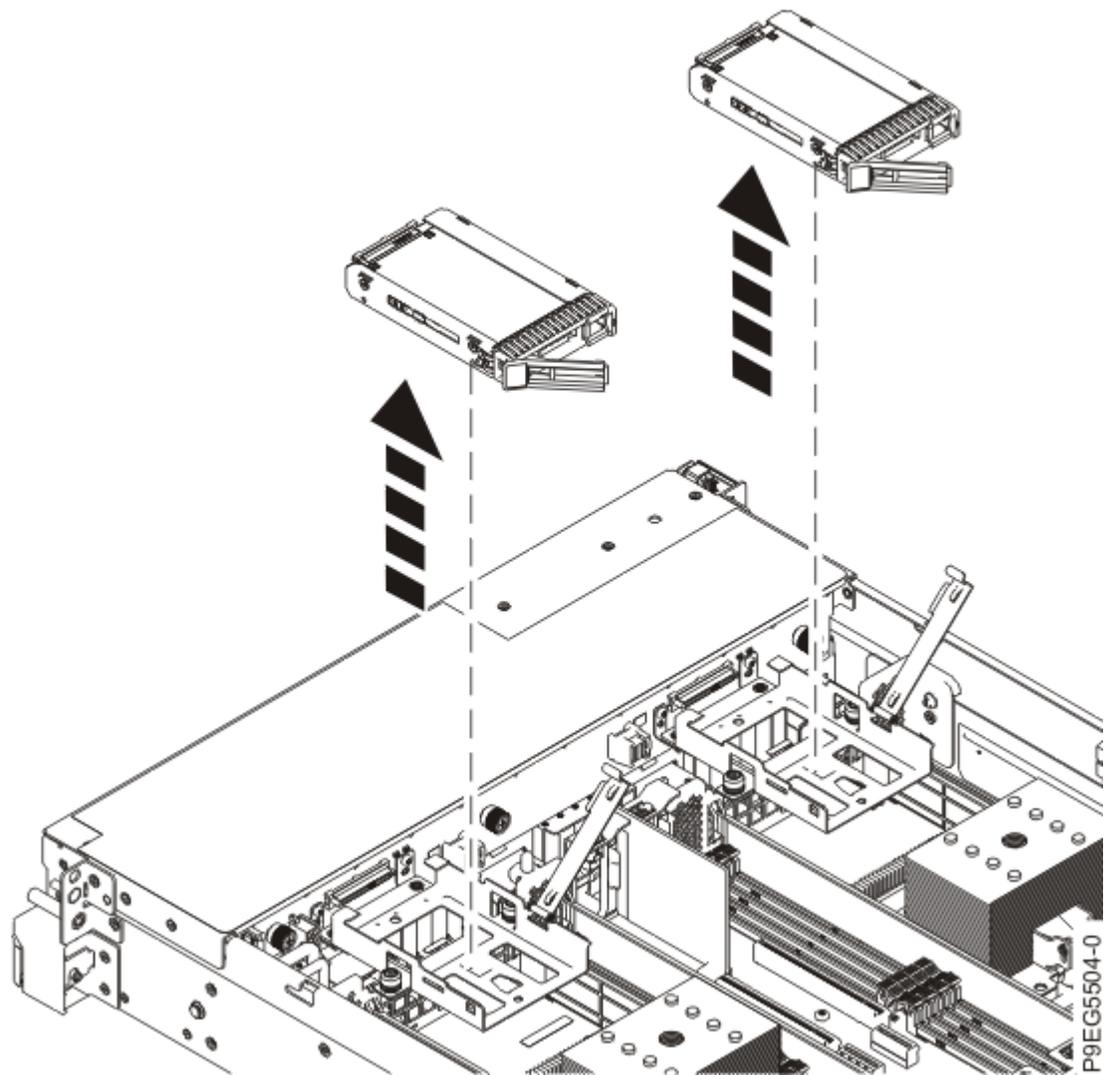

Figure 8. Soulèvement de l'unité
- d) Soulevez l'unité afin de l'extraire du système, comme illustré dans la Figure 8, à la page 10.